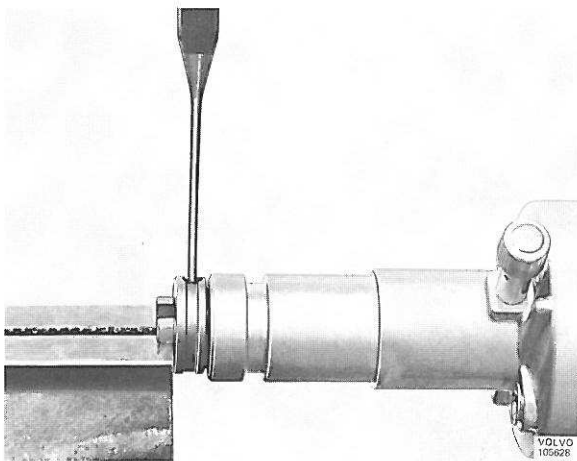

Fig. 3-52. Dépose de goupille d'arrêt
- Retirer la bague élastique et repérer la position de l'entraîneur par rapport à l'arbre de distributeur. Faire sortir la goupille, fig. 3-52. Enlever l'entraîneur et retirer l'arbre de distributeur vers le haut. Récupérer les rondelles.